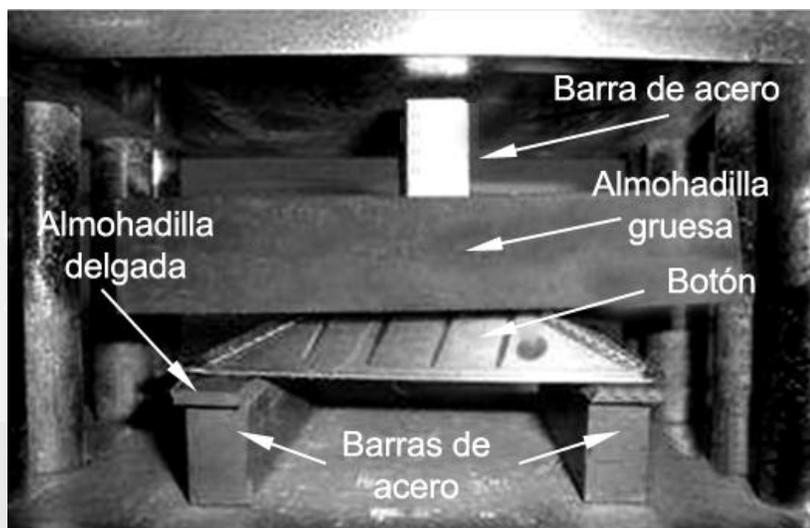

FIGURA 3.- Colocación del conjunto
Para la ejecución de esta prueba, los botones, las almohadillas y las barras de acero se colocarán siguiendo el arreglo mostrado a continuación en la Figura 3, de acuerdo con lo siguiente:
- F.3. Finalmente se coloca la almohadilla de 25,4 mm de espesor sobre el botón bajo prueba y sobre ésta se coloca, centrada, la tercera barra de acero, como se muestra en la Figura 3 de este Manual.